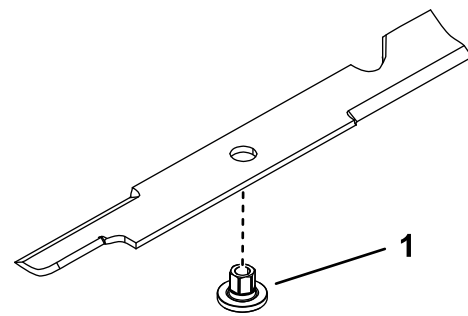

Bild 92
1. Montieren Sie eine Buchse durch das Messer, wobei der Bund der Buchse auf der unteren (Gras-)Seite des Messers liegen muss (**Bild 92**).